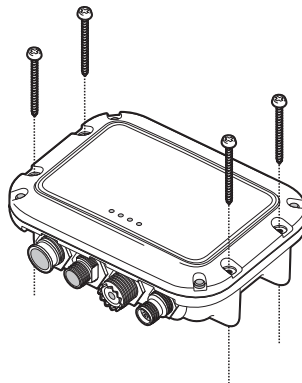

Figure 6 SIA transceiver montage
- Le produit est fourni avec quatre vis autotaraudeuses pour fixer l'émetteur SIA. Veuillez vous reporter à la Figure 6 pour des informations.